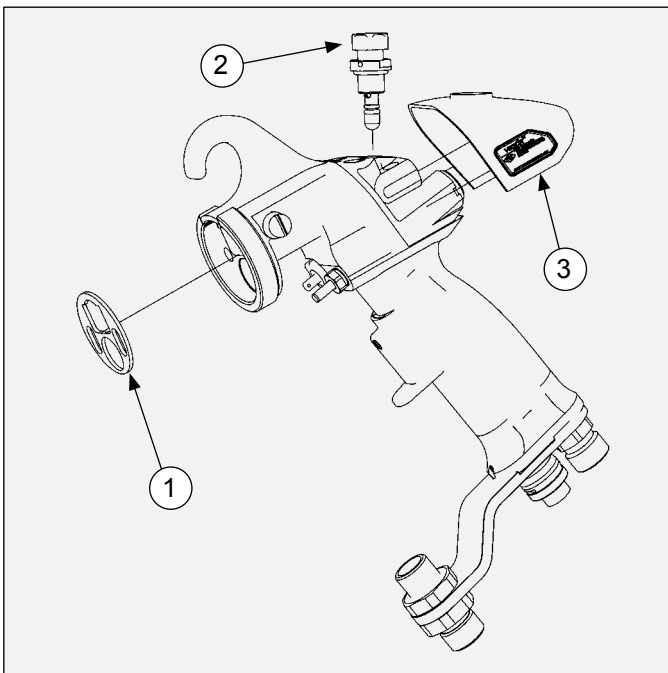

Figura 31: Desmontaje de la válvula de aire y cubierta trasera
5. Desatornille la aguja/electrodo del vástago y deslice el adaptador macho en V, las juntas en V y el adaptador hembra en V hacia afuera del vástago (vea la Figura 31).